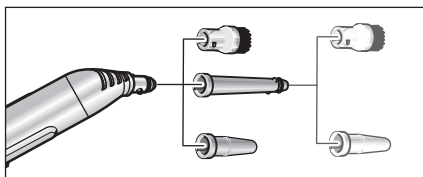

Fig. 6: Accessori per l'ugello a getto concentrato
- Per aumentare l'efficacia del lavaggio con l'ugello a getto concentrato (D1), quest'ultimo può essere impiegato con la prolunga (D2), con la spazzola tonda (D3) o con la bocchetta power (D4) (si veda la fig. 6). Sovrapporre a tal fine le due rientranze dell'accessorio impiegato ai naselli dell'ugello a getto concentrato. Ruotare l'accessorio in senso orario fino all'arresto.